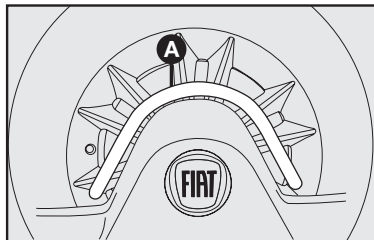

fig. 6
- tire del soporte de la rueda de repuesto utilizando la manija **A-fig. 6** hasta el bloqueo en el final del recorrido de apertura.